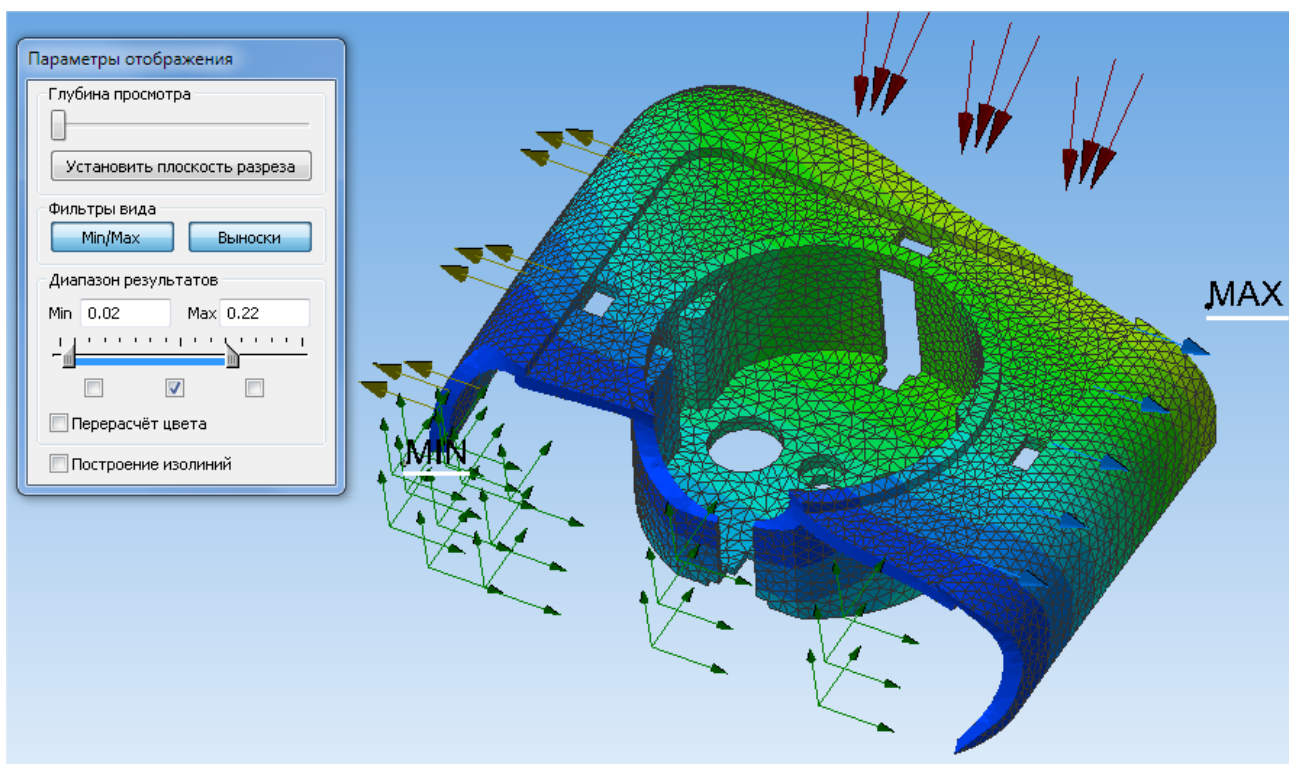

Рис. 3.43. Карта перемещений с заданным диапазоном вывода результатов: показаны только элементы со значениями от 0,02 до 0,22 мм
4. *Минимальное* и *максимальное* значение диапазона результатов для задания значения пользователем. Установка введённого значения осуществляется по клавише *ENTER*. *Синий* цвет шрифта - значение корректно и находится в процессе ввода, *красный* - некорректное значение. В случае его задания (по *ENTER*), будет установлено максимально (минимально) допустимое (Рис. 3.43).